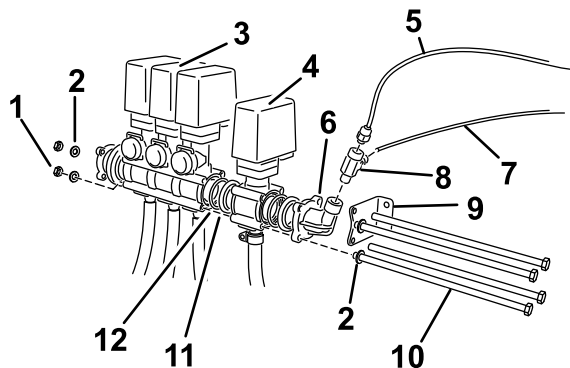

Рисунок 5
- Найдите в комплекте поставки клапан шлангового барабана в сборе и установите его в один ряд с имеющимися клапанами (Рисунок 5).
6. Снова прикрепите кронштейн к клапану в сборе на два отверстия на переходнике патрубка, ближайшие к монтажному кронштейну клапана стрелы (Рисунок 5).
7. Проденьте два длинных болта (M8 X 260 мм) через монтажный кронштейн и вставьте их в верхнее и нижнее отверстия корпусов клапана шлангового барабана и перепускных клапанов стрел, ближайших к опорной балке (Рисунок 5)
9. Используйте два оставшихся болта (M8 X 260 мм) с шайбами для крепления клапанов в сборе на открытых отверстиях корпусов клапанов (Рисунок 5)
13. Установка тройника (Рисунок 5)